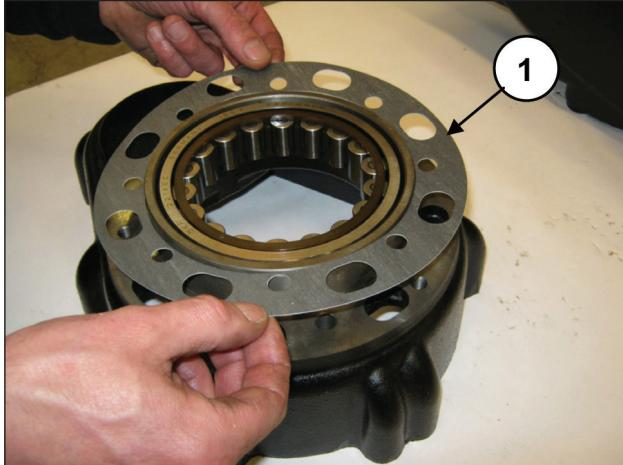
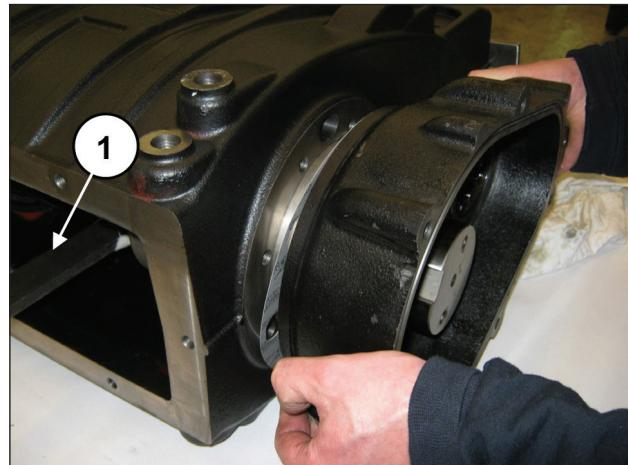

Рис. 63
Рис. 64
С противоположной стороны наденьте боковое уплотнение на корпус редуктора (поз. ①, Рис. 63) и приподнимите коленчатый вал, чтобы облегчить установку крышки (поз. ①, Рис. 64).